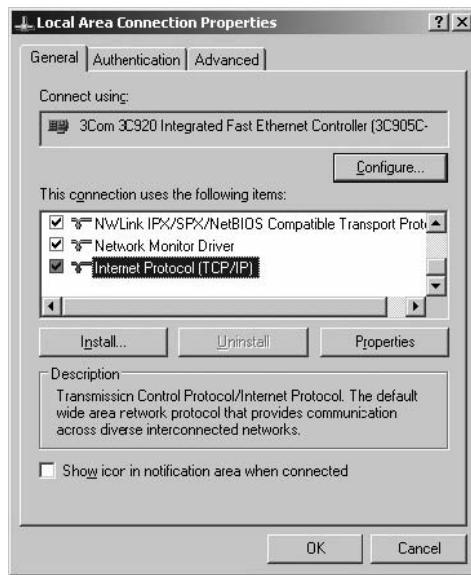

Figura 13: Propiedades de la conexión de área local
3. Hacer clic en el botón “**Properties**” para abrir la ventana de “Connection Properties” (Figura 13).